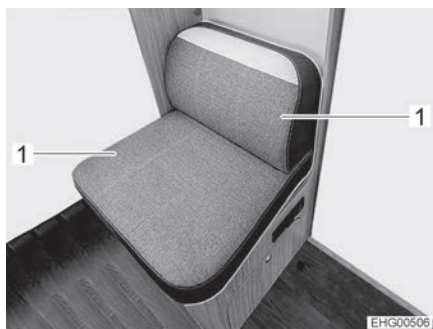

Fig. 18 Sedili
- Rimuovere i due cuscini (Fig. 18,1).